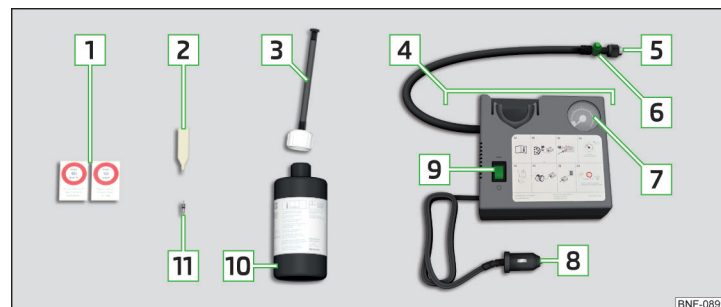

Fig. 277 Descripción del kit de averías
- Introducir el atornillador de inserto de válvula  » fig. 277 de la pág. 235 sobre el inserto de válvula de la manera que el inserto de válvula cabe en la ranura del atornillador de inserto de válvula.
- Enrosque fija la manguera de llenado del neumático  » fig. 277 de la pág. 235 sobre la válvula del neumático.